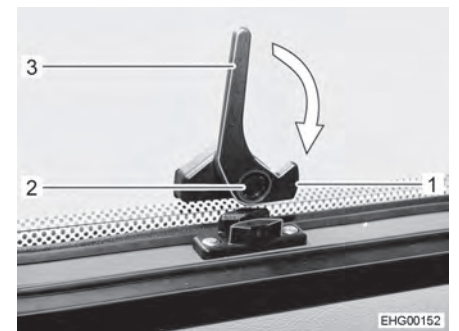

Fig. 42 Palanca de bloqueo inferior (posición "abierta")
- Pulsar el botón de seguridad (Fig. 42,2) en la palanca de bloqueo inferior (Fig. 42,3) y mantenerlo pulsado.
- Girar la palanca de bloqueo inferior (Fig. 42,3) un cuarto de vuelta hacia el marco de la ventana hasta que engatille el saliente de bloqueo (Fig. 42,1).